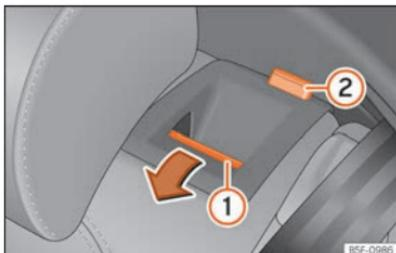

Abb. 74 Rücksitz: Rücksitzlehne vorklappen.
- Entriegelungstaste »» (Abb. 74) ① nach vorn drücken und gleichzeitig die Rückenlehne umklappen. Die Rücksitzlehne ist entriegelt, wenn die rote Markierung des Tasters ② sichtbar ist.